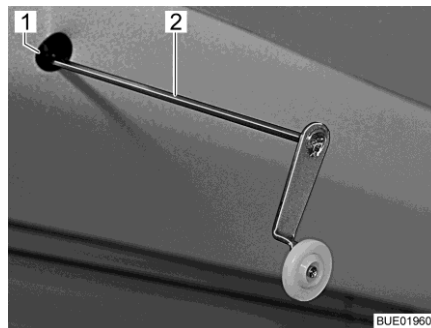

Fig. 136 Manivela para funcionamiento de emergencia
- Insertar la manivela (Fig. 136,2) entregada o una llave Allen en el alojamiento (Fig. 136,1) en el motor. El alojamiento se encuentra en el recorte del panel, arriba a la izquierda de la cama elevada.